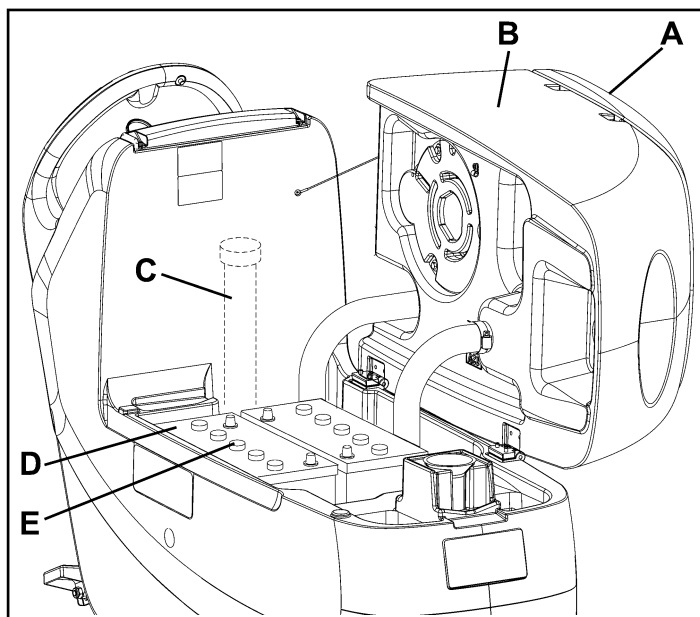

Figure 38
1. Ouvrir le couvercle (A, Fig. 38) et vérifier que le réservoir d'eau de récupération (B) est vide. Dans le cas contraire, le vider au moyen du tuyau de vidange (C).
4. Soulever le réservoir (B, Fig. 38) avec soin.
- Contrôler le niveau de l'électrolyte dans les batteries (D) ; si besoin est, faire l'appoint au moyen des bouchons (E).
- Laisser tous les bouchons (E) ouverts pour le rechargement successif.
- Si besoin est, nettoyer la surface supérieure des batteries (D).